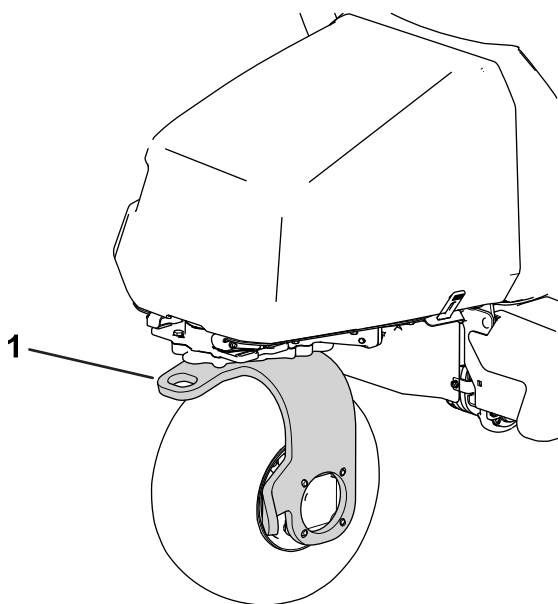

Figura 34
13. Utilizați furca cu role spate pentru a tracta maina (Figura 34).